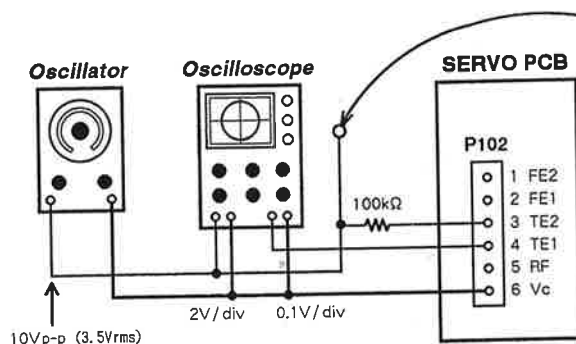

Fig. 5-6
3. Input a 1.28 kHz/10 Vp-p (3.5 Vrms) signal via 100 k Ω resistor to TE2 from the external oscillator. (Fig. 5-6)
3. 外部 OSC より 100k Ω の抵抗を介して 1.28kHz/10Vp-p (3.5Vrms) の信号を TE2 に入力する。(図5-6)
(Fig. 5-6)
3. 外部 OSC より 100k Ω の抵抗を介して 1.28kHz / 10Vp-p (3.5Vrms) の信号を TE2 に入力する。(図 5-6)